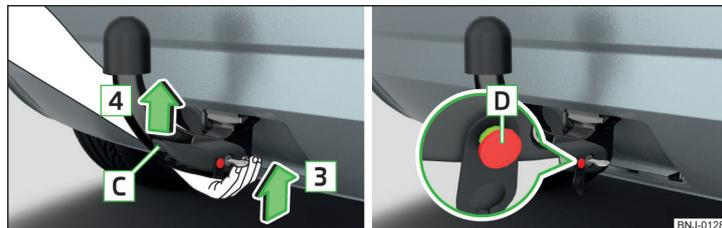

Fig. 155 Colocar barra de cabeza esférica / perno de desbloqueo en el estado desplegado
- Agarre la barra de cabeza esférica **desde abajo** » fig. 155 y encájela en la cavidad de alojamiento siguiendo el sentido de la flecha **3** hasta que se encastre de forma audible » **!**